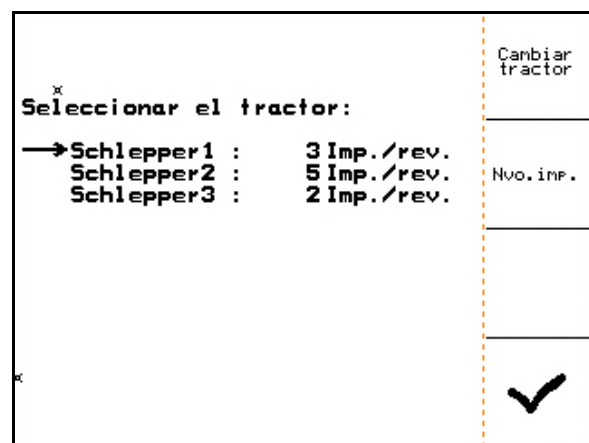

Fig. 41
2.  Seleccionar el tractor (Fig. 41/1).